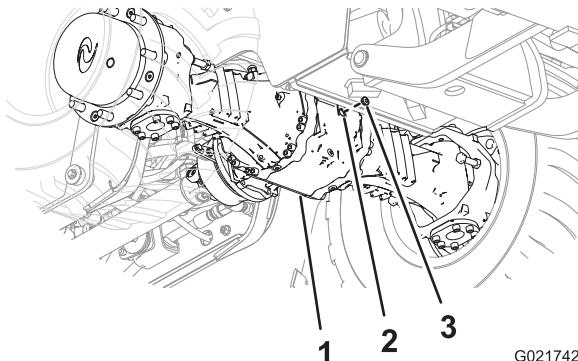
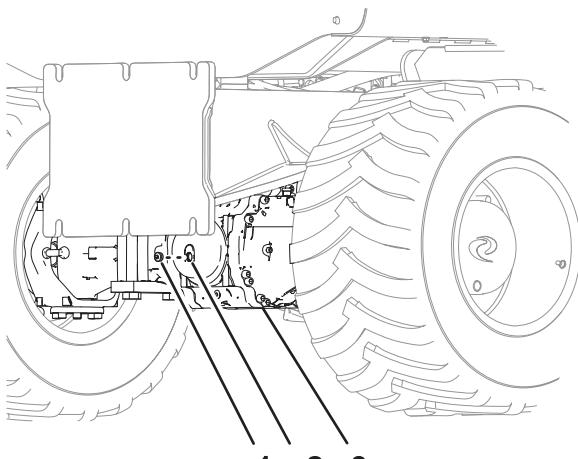

Рисунок 66
Рисунок 67
| 3. Посмотрите сквозь смотровое отверстие и убедитесь, что уровень масла находится на нижней части резьбы отверстия (Рисунок 66 и Рисунок 67). | |
- Заверните пробку в смотровое отверстие картера ведущей шестерни моста (Рисунок 66 и Рисунок 67).